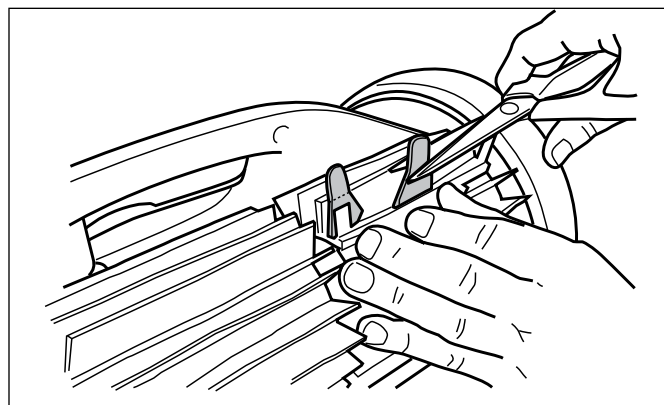

Figure 34. Couper les onglets
5. Utiliser des ciseaux pour couper les onglets à 19 mm (3/4 po) du talon afin qu'ils ne dépassent pas les pointes (Figure 34).